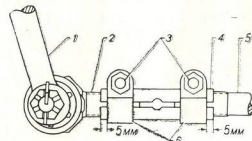

Рис. 43. Положение регулировочной трубки и хомутов.
- 1) отпустите два болта 3 хомутов 6, стягивающих концы регулировочной трубки 4 (рис. 43);
- 3) после окончания регулировки поверните хомуты в положение, указанное на рис. 43, затяните болты моментом 1,5—1,8 кгМ.